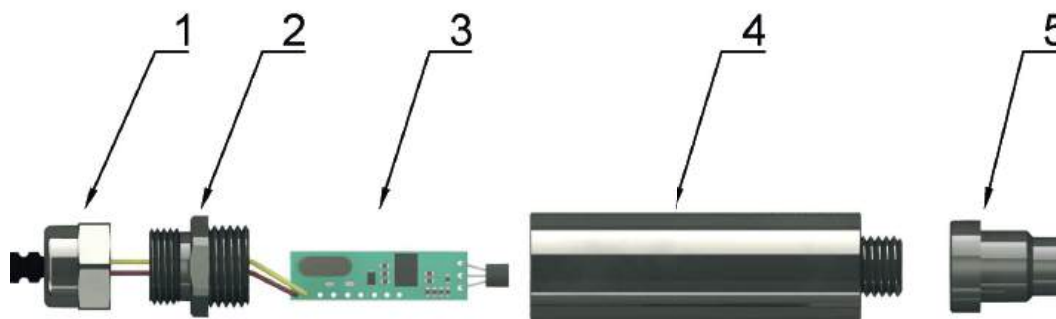

Рис. 11 Устройство датчика температуры
2. открутить зажимную гайку кабельного ввода 1 от корпуса кабельного ввода 2 (Рис.11);